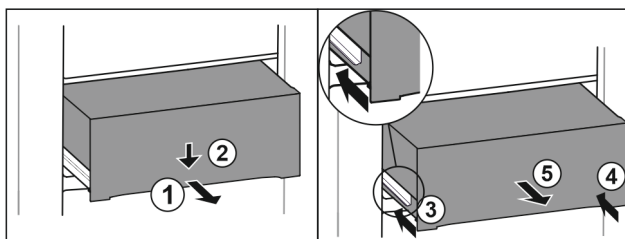

Fig. 149
- ▶ Vytiahnite zásuvku do polovice. Fig. 149 (1)
- ▶ Zatlačte zásuvku na prednej strane smerom nadol. Fig. 149 (2)
- ▶ Zasuňte ľavú koľajničku o cca 2 cm. Fig. 149 (3)
- ▶ Zasuňte pravú koľajničku o cca 2 cm. Fig. 149 (4)
- ▶ Odoberte zásuvku dopredu. Fig. 149 (5)